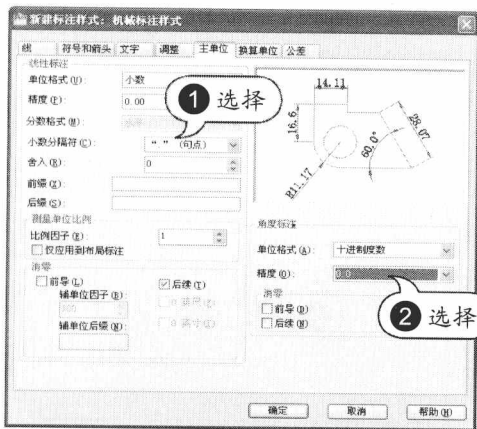

图 1-27 主单位设置
STEP 07 主单位设置。在“主单位”选项卡中设置主单位参数，如图 1-27 所示。